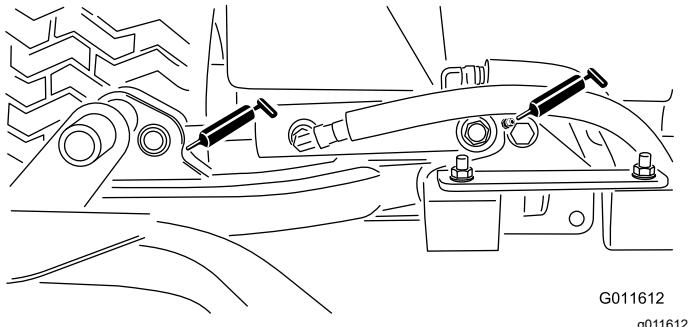

Рисунок 42
- Цилиндры подъемного рычага режущего блока (по 2 шт.) — Рисунок 42
- Оси поворота подъемного рычага (по 1 шт.) — Рисунок 42